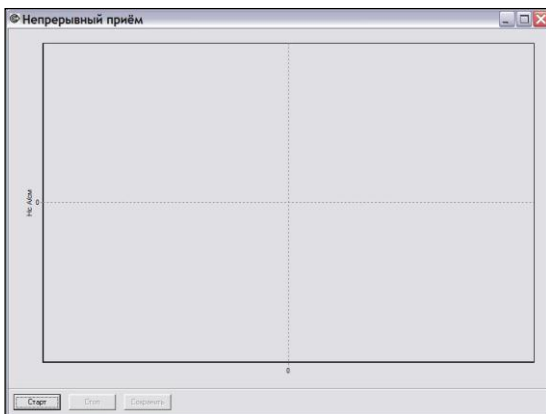

Рис. 14 Окно на ПК в режиме непрерывного приема
7.4.4.2 Выбрать на ПК пункт меню «Непрерывный прием» и в открывшемся окне (рис. 14) нажать кнопку «Старт».